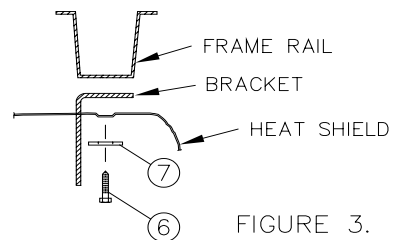

FIGURE 3.
5. Reinstallez le bouclier de chaleur en utilisant la quincaillerie existante. Pour le support de l'attelage, utilisé un nouveau boulon hexagonale de 6mm (6.) et une rondelle (7.) fourni avec l'attelage. (voir la figure 3.)